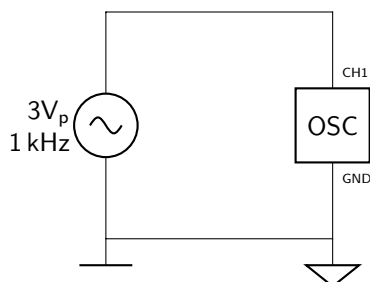

Figura 7.1: Conexión del osciloscopio.
1. Arme el circuito de la figura 7.1.